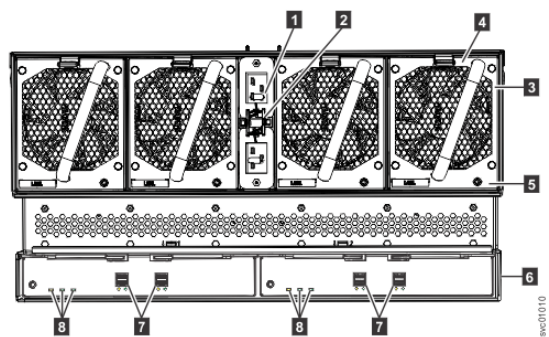
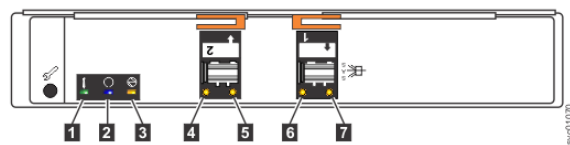

图 146. 扩展机柜后部的指示灯
图 147. 扩展容器后部的指示灯
第 113 页的表 19 解释了每个指示灯的功能及其指示的状态。可从扩展机柜后部 (1) 操作每个 PSU 的电源线，如第 115 页的图 146 中所示。
第 115 页的图 146 显示 2145-92F 扩展机柜的后视图。机柜后部的指示灯提供有关每个风扇模块、每个扩展容器和 SAS 链路的信息。
扩展机柜有四个风扇。每个风扇都有一个指示灯，例如，第 115 页的图 146 显示风扇 4 的指示灯位置 (5)。当风扇正常运转时，该指示灯不亮。如果检测到故障，黄色的指示灯会点亮。
第 115 页的图 146 还显示扩展机柜包含两个扩展容器。每个扩展容器各有一组指示灯，如第 115 页的图 147 中所示。这些指示灯提供有关扩展容器本身和 SAS 连接的状态信息。